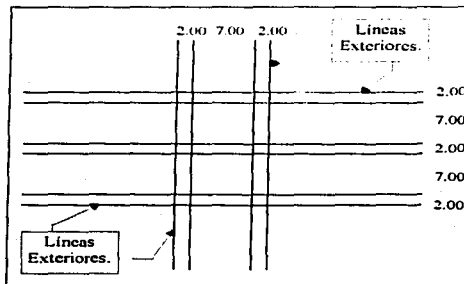
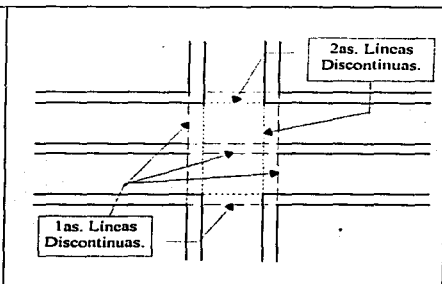

FIG. 3.1 OFFSET.
FIG. 3.2 TRIM.
Ahora utilice el mismo procedimiento, para construir los anchos de la avenida, es decir, las líneas paralelas hacia abajo a 2, 7, 2, 7 y 2 m. de la línea horizontal. Después de concluir esta orden, su dibujo tendrá la forma de la FIG. 3.1.
**Aplique** el comando **trim**, seleccione las cuatro líneas exteriores como límite (ver FIG. 3.1) y elimine los 6 segmentos de en medio, es decir, las 1as. líneas discontinuas (ver FIG. 3.2).
Nuevamente **aplique** la orden **trim**, use como límite las 4 líneas que se encuentran a 2 m. de las exteriores, para eliminar los 4 segmentos faltantes de en medio, es decir, las 2as. líneas discontinuas (ver FIG. 3.2).